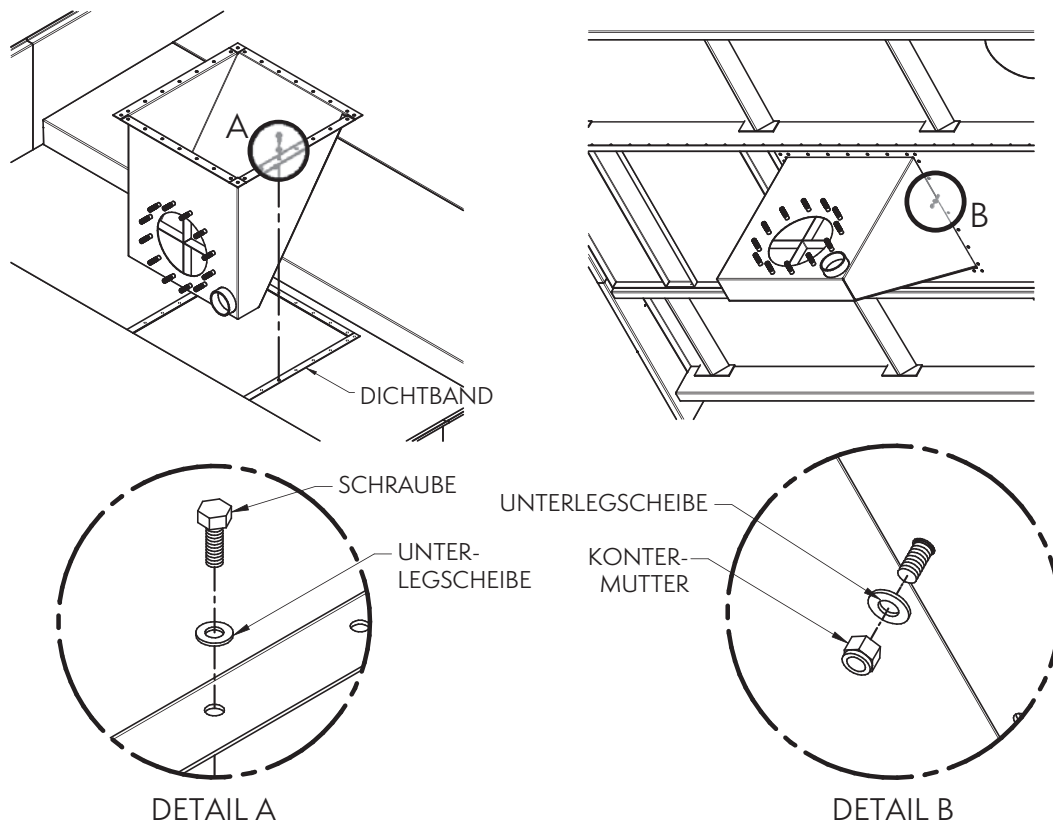

Abb. 4 – Installation eines Sinkkastens mit seitlichem Auslass
1. Suchen Sie die quadratische Öffnung im tiefsten Teil der Kühlturnwanne. Bringen Sie Dichtband über den Schraublöchern rund um die Öffnung an (wie in Abb. 4 dargestellt).